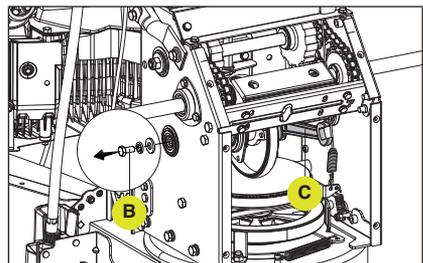

Figure 67
4. Retirez avec précaution le boulon hexagonal M8 (B) du côté gauche qui fixe l'arbre hexagonal et l'arbre de transmission à chaîne au châssis de la souffleuse à neige. Utilisez une clé de 22 mm ou une clé réglable (C) pour maintenir le centre de l'arbre hexagonal et utilisez une douille de 13 mm pour retirer les boulons sur le côté gauche. (Fig. 67)